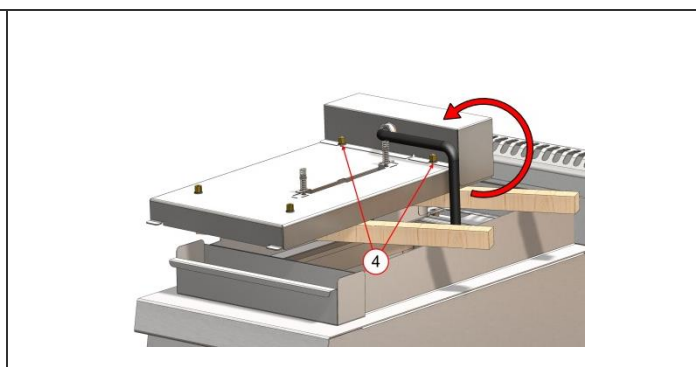

Fig7
- Retourner l'ensemble du foyer (Fig. 7 Rep 3).